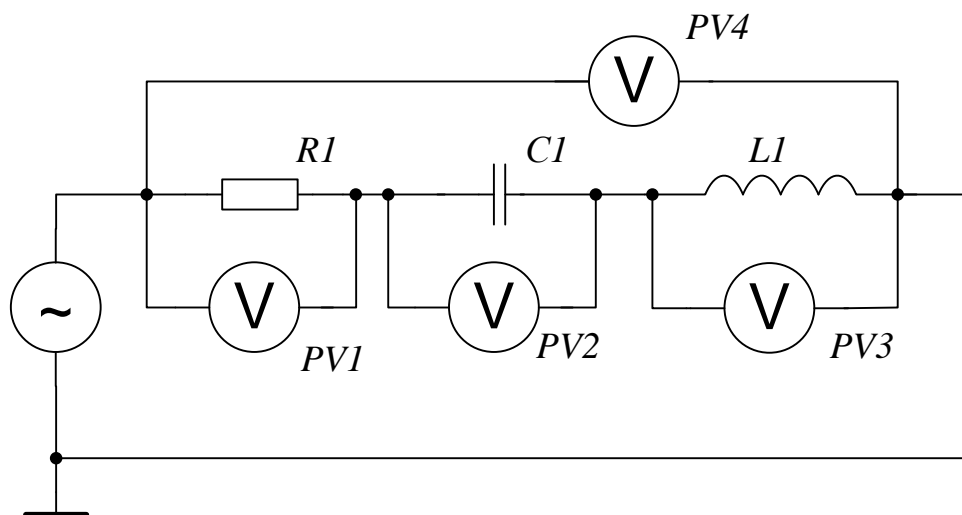

Рисунок 4.2 – Схема досліджуваного електричного кола з послідовним з'єднанням  $RLC$  елементів
1. Схема досліджуваного електричного кола має такий вигляд (рис. 4.2).